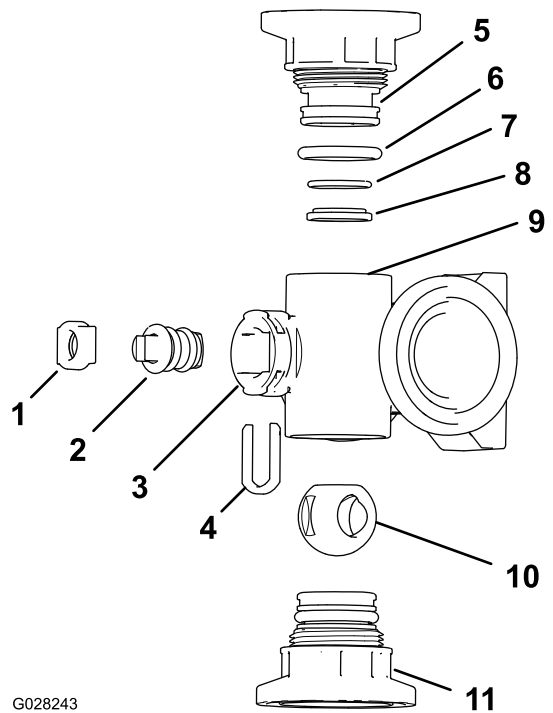

Figure 77
2. Déposez les 2 raccords d'embout à chaque extrémité du collecteur (Figure 77 et Figure 78).
4. Retirez l'étrier de fixation des fentes de l'orifice de tige du collecteur (Figure 77 et Figure 78).
5. Déposez l'étrier de fixation et le siège de la tige du collecteur (Figure 77 et Figure 78).
6. Passez dans le corps du collecteur pour déposer la tige de valve (Figure 77 et Figure 78).
1. Vérifiez l'état et l'usure des joints toriques de raccord de sortie (collecteur de vanne de section seulement), des joints toriques d'embout, des joints toriques de portée arrière et du siège de la bille (Figure 77 et Figure 78).
2. Appliquez de la graisse silicone sur la tige de la valve et insérez la tige dans son siège (Figure 77 et Figure 78).
3. Placez la tige et le siège dans le collecteur, et fixez-les à l'aide de l'étrier (Figure 77 et Figure 78).
4. Vérifiez que le joint torique de portée arrière et le siège de la bille sont bien alignés et engagés dans le raccord d'embout (Figure 77 et Figure 78).
5. Montez le raccord d'embout sur le corps du collecteur jusqu'à ce que la bride du raccord touche le corps du collecteur (Figure 77 et Figure 78), puis tournez encore le raccord d'embout de 1/8 à 1/4 de tour.